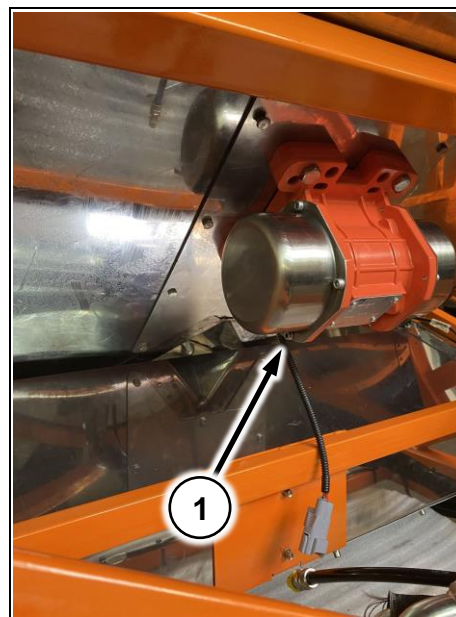

Рис. 217
- 1 Снимите боковые крышки, открутив 4 болта (Рис. 217/1)